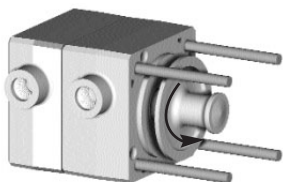
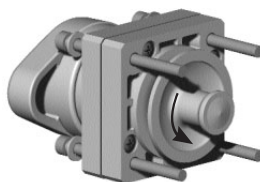

図7
図8
2. ダイヤフラムを取り外す前に、ノーマル・オープン型の空気式アクチュエーターの場合は全閉状態にし、手動式の場合はハンドルをまわして、図7と図8のようにダイヤフラムを突出した状態にします (ノーマル・クローズ型アクチュエーターは通常、突出状態です)。